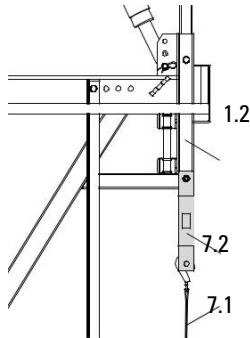

Fig. B1.30
2. Монтирайте обтягащия ремък (7.1) към болтовете без да използвате обтегачи (Fig. B1.30)